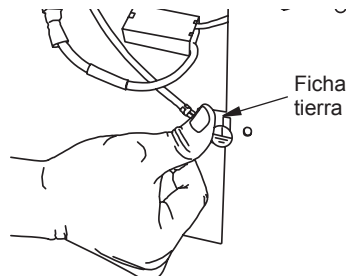

Figura 28 - Ajuste ficha de puesta a tierra
11. Empuje hacia dentro la pestaña de conexión a tierra (aproximadamente 60 grados) (consulte la figura 28).